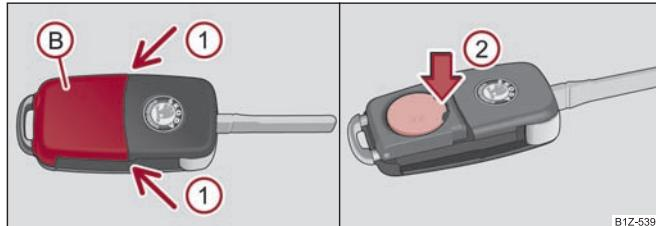
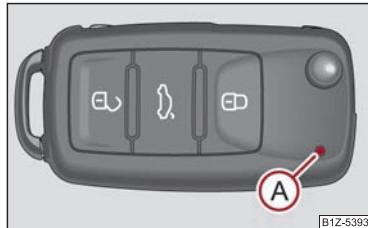

Fig. 2 Chave com telecomando por rádio – tirar a tampa
Fig. 3 Chave com telecomando por rádio
Cada chave com telecomando por rádio contém uma pilha, que está colocada por baixo da tampa B ⇒ fig. 2. Quando a pilha estiver descarregada, a luz de controlo vermelha A não pisca ⇒ fig. 3 quando se carregar numa tecla do telecomando. Faça a troca da pilha do seguinte modo:
- Carregue na tampa no ponto da seta ① com cuidado ⇒ fig. 2.
- Tire a pilha descarregada para fora da chave carregando na pilha para baixo no ponto da seta ② ⇒ fig. 2.